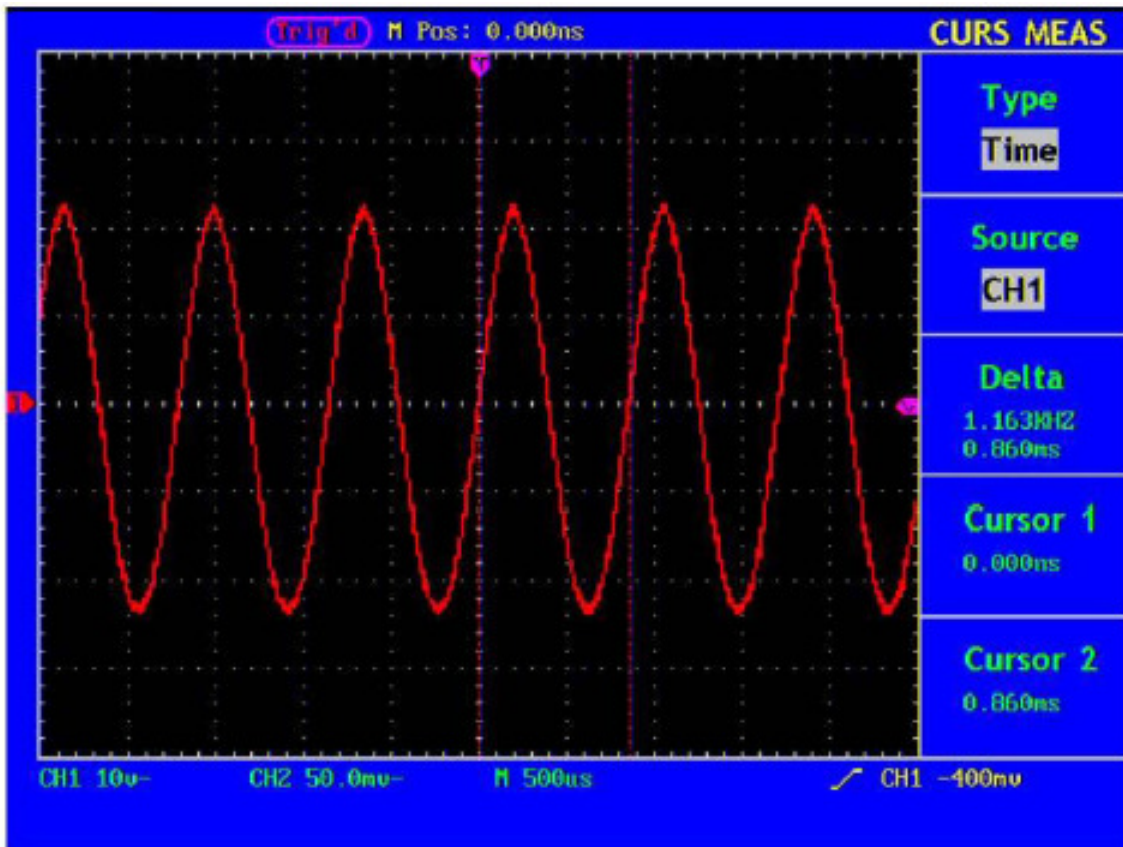

Abb. 57 Wellenform bei der Messung mit dem Cursor
4. Stellen Sie die Positionen von **CURSOR1** und **CURSOR2** entsprechend der zu messenden Wellenform ein; es erscheinen dann Zyklus und Frequenz von Cursor 1 und Cursor 2 im Fenster. Die aktuelle Position von Cursor 1 wird unter Cursor1, die von Cursor 2 unter Cursor2 angezeigt (siehe Abb. 57).
In diesem Fall zeigt der Bildschirm die Wellenform einer zufälligen Störung. Wenn die Zeitbasis auf Langsam eingestellt ist, können Sie mit der Spitzenerkennung (siehe Abb. 57) die in dem Signal enthaltenen Störimpulse beobachten.